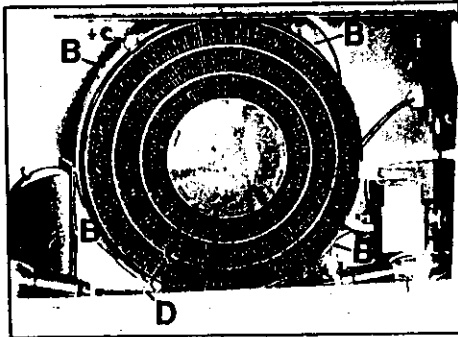

Fig. 4
- insérer le filtre dans les points spécifiques B (fig. 4) en faisant coïnci-